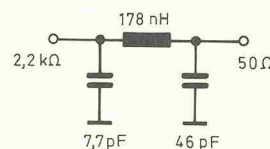

Bild 3. Collins-Filter zur Leistungsanpassung von 2,2 kΩ auf 50 Ω bei 150 MHz.
– Anpassungsschaltungen müssen verlustarm sein, um möglichst wenig Wirkleistung umzusetzen. Beispiel: Der Kollektorkreis eines Sendetransistors (2,2 kΩ) soll für 150 MHz mit einem Collins-Filter an ein Antennenkabel (50 Ω) angepaßt werden (Bild 3).